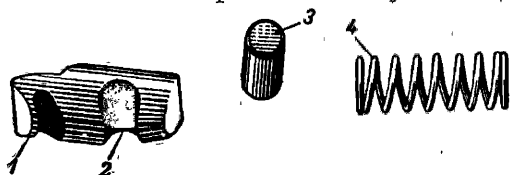

Рис. 40. Выбрасыватель ДПМ:
**Выбрасыватель ДПМ** (рис. 40) аналогичен выбрасывателю станкового пулемёта обр. 1943 г. системы Горюнова и существенно отличается от выбрасывателя пулемёта ДП.